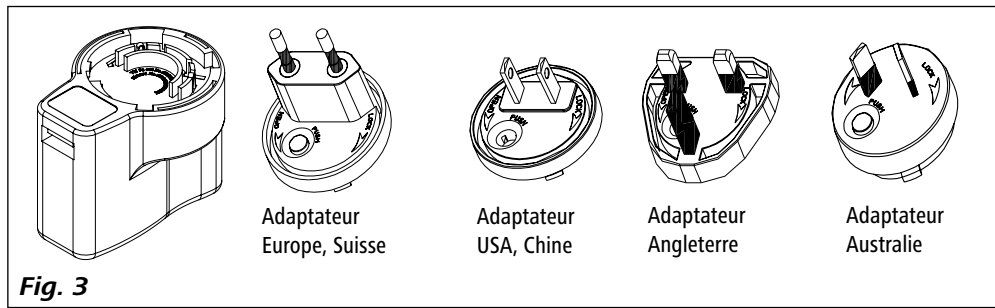

Fig. 3
- Adaptateur secteur OS 1.0 (pour **WiCo**) voir Fig. 3